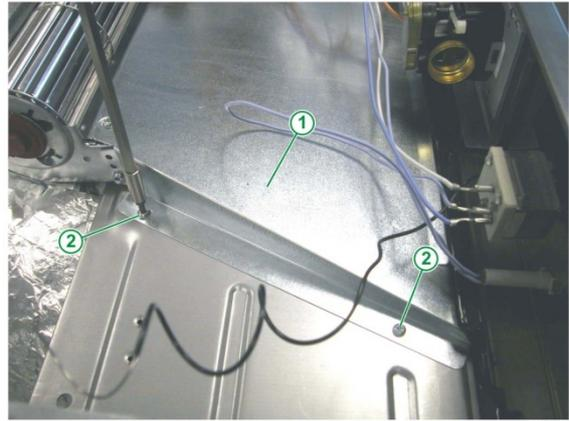

Fig. 16
17. Fixer l'ensemble à la nouvelle plaque de protection des commandes en tôle avec 4 vis autofiletantes de 4,2x8 mm (voir Fig. 16 et 17)